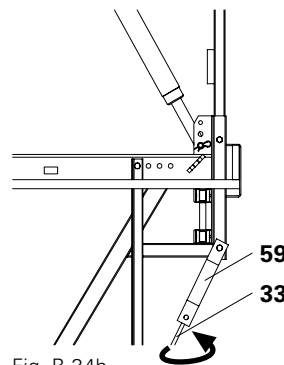

Fig. B1.34b
2. Avvitare il tirante DW 15 (33) nel dado dell'attacco tenditore di sicurezza CB (59). (Fig. B1.34b)